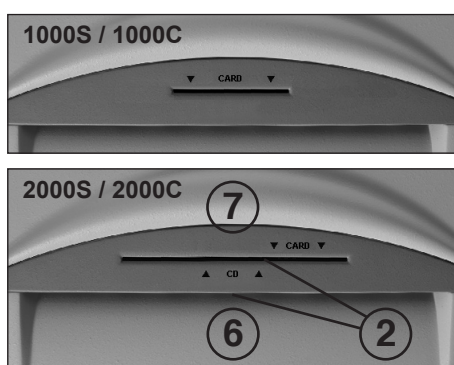

Рис. 2
(для движения вперед) (рис. 2)
- подавать бумагу в режущий механизм через приемное отверстие для поддачи бумаги (6) (рис. 2)
- подавать носители информации (CD, DVD или кредитные карточки) по одному в режущий механизм через отдельно расположенное безопасное приемное отверстие (7) (рис. 2).